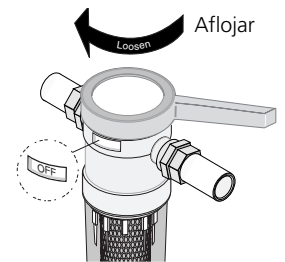

Figura 5
- Gire la parte superior del filtro (usando la llave de tuercas azul suministrada con el cartucho) en la dirección de las agujas del reloj, unos 45° a la posición cerrada "OFF" (consulte la Figura 5).
- Gire la parte superior del filtro (usando la llave de tuercas azul suministrada con el cartucho) en dirección de las agujas del reloj, unos 45°, a la posición "BY-PASS" Consulte la figura 5 de la Sección: "Procedimiento para cambiar el Cartucho"